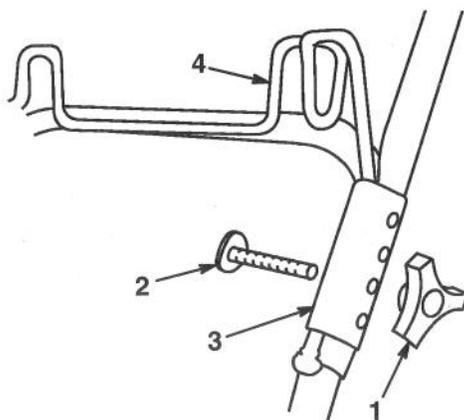

Figure 40
6. Retirer le bouton et le boulon fixant les parties supérieure et inférieure du côté gauche du guidon (Fig. 40).